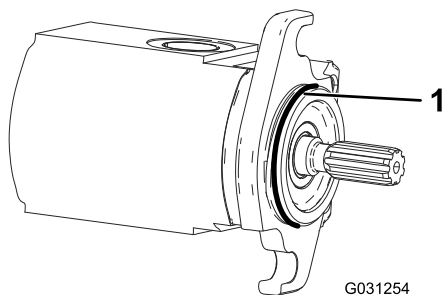

Figure 7
4. Posez le joint torique sur le moteur de cylindre (Figure 7).